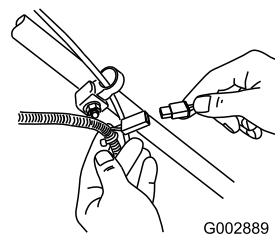

Figura 28
1. Conecte el cargador al arnés de cables situado debajo de la llave de contacto (Figura 28).